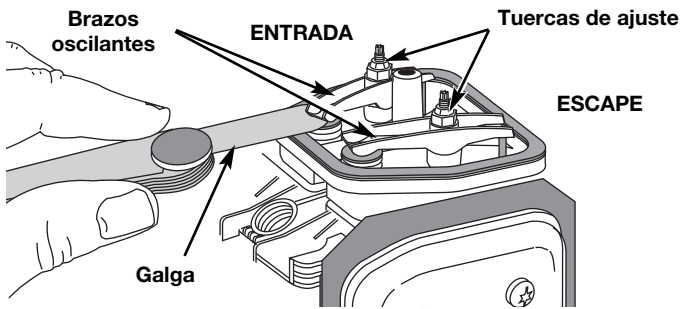

Fig. 37
9. Deslice la galga entre el brazo oscilante y el resorte de retorno de la válvula. Mida el huelgo entre el vástago de la válvula y el brazo oscilante (Fig. 37). Realice esto en las válvulas de entrada y de escape.